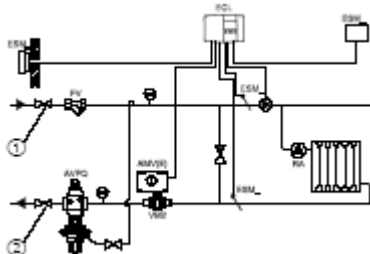

Рис. 36.
Медленно закройте запорное устройство (1) (Рис.36) на подающем трубопроводе.
Медленно закройте запорное устройство (2) (Рис.36) на обратном трубопроводе.